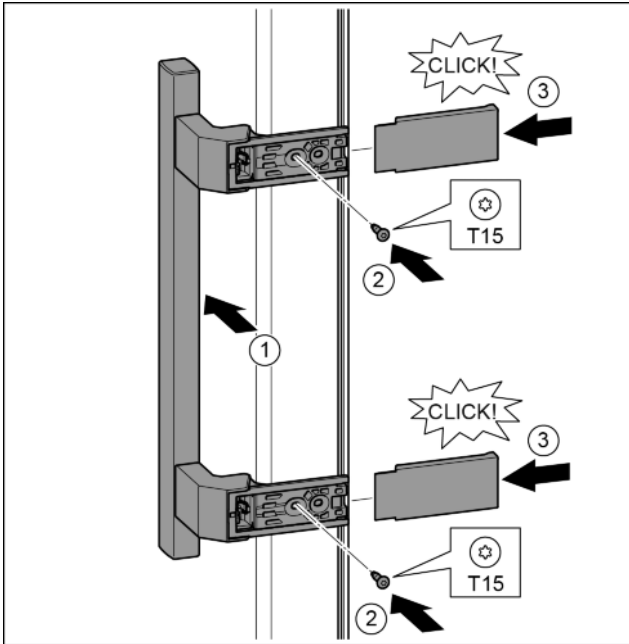

Fig. 16
- ▶ Greep op de tegenzijde aanbrengen. Fig. 16 (1)
- ▶ Schroeven met schroevendraaier T15 vastschroeven. Fig. 16 (2)
- ▶ Afdekkingen zijdelings aanbrengen en erop schuiven. Fig. 16 (3)